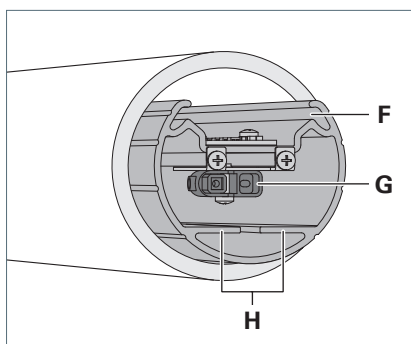

Fig. 5: Lamiera di supporto e presa.
- ▶ Estrarre leggermente la lamiera di supporto **F** al di fuori dell'apparecchio, vedi Fig. 5.